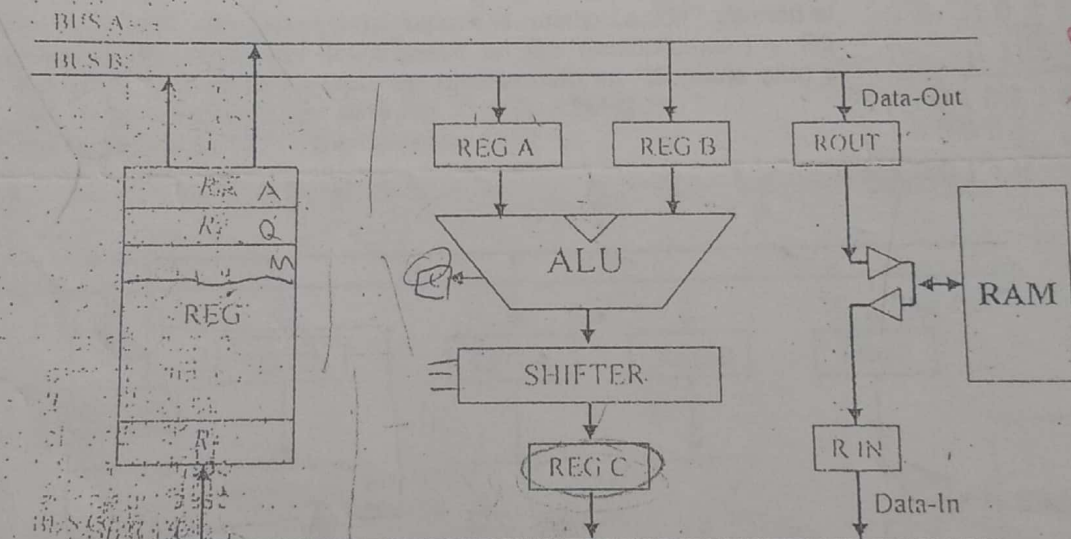

Figura 1: Procesador UV2012
2. Diseñar la unidad de control para implementar una máquina de venta de gaseosas usando el procesador de la Figura 1. RTL y ASM (15%)